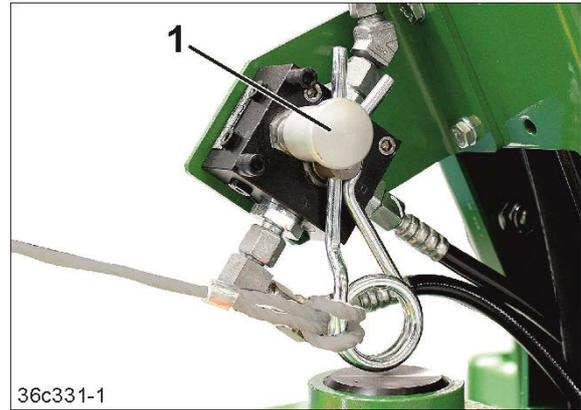

Fig. 193
- 3.1 Das Ventil (Fig. 193/1) betätigen. Dadurch entleert sich der Hydrospeicher.